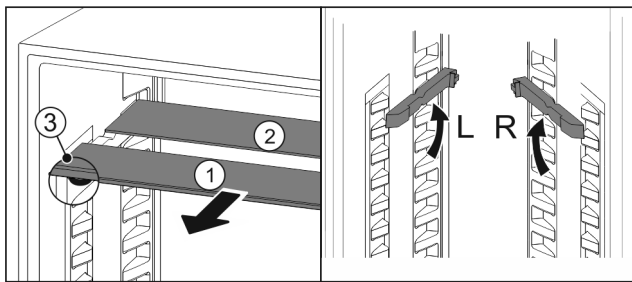

Fig. 31
- Посуньте Fig. 31 (1) скляну панель вперед.
- ▷ Скляна панель Fig. 31 (1) з декоративною планкою лежить спереду.
- ▷ Стопори Fig. 31 (3) показують вниз.